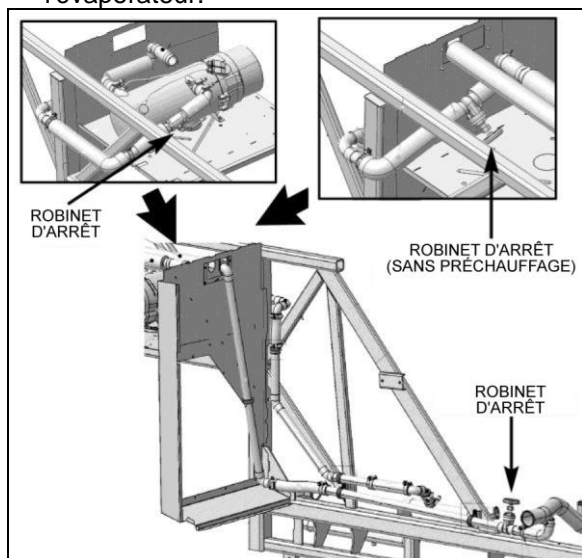

FIGURE 77 : SOUPAPES D'ARRÊT DU TUYAU DE CHAUFFAGE DES SÉRIES H3
3. Fermer les soupapes d'arrêt des conduits d'eau chaude situées près du moteur du côté rue (voir la Figure 77).
2. Fermer les deux soupapes d'arrêt du tuyau de chauffage (Figure 77 ou Figure 78). L'une se trouve dans le compartiment moteur, derrière la boîte à engrenages du ventilateur radiateur, tandis que l'autre se trouve derrière l'aile articulée arrière gauche, près du préchauffeur.